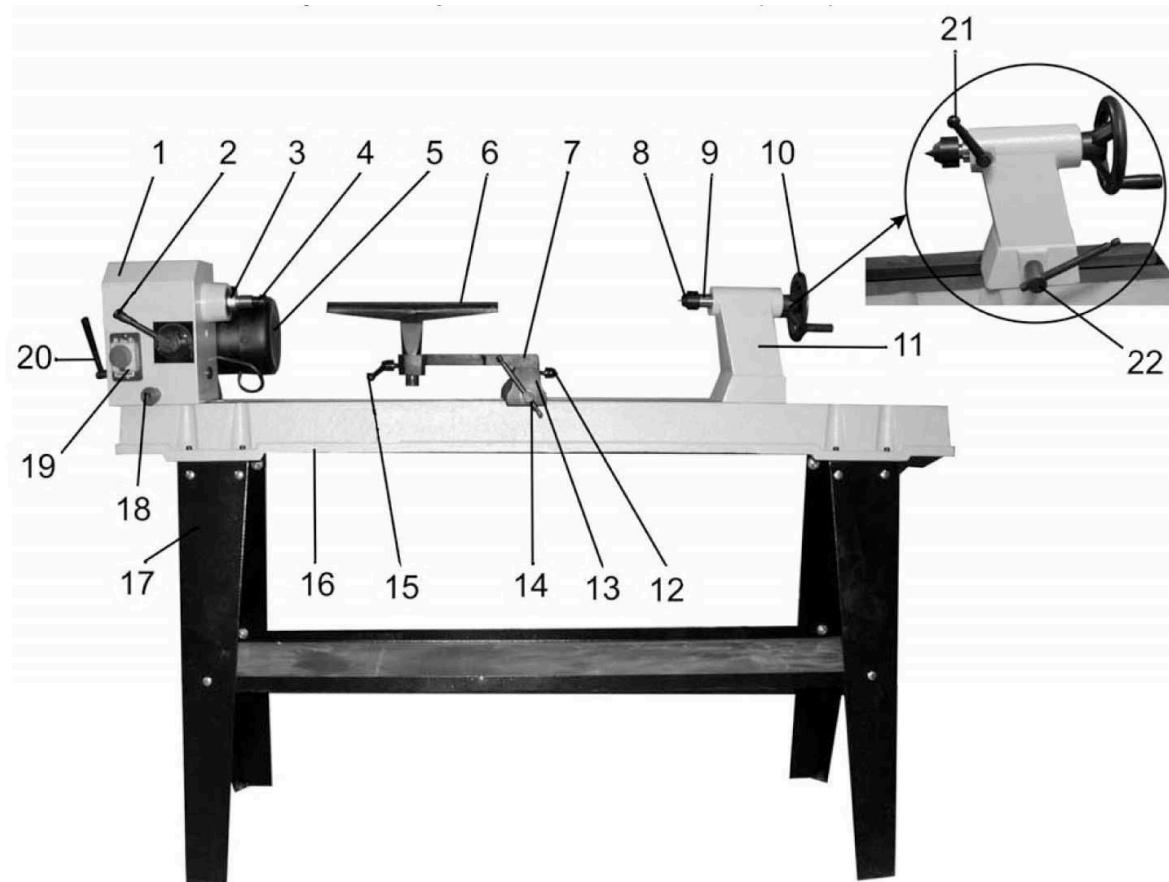

Рис. 2
- Вставьте центр задней бабки 8 (Рис. 2) в конусное отверстие пиноли 9 (Рис. 2).
- Для снятия центра задней бабки 8 (Рис. 2) поверните маховик задней бабки 10 (Рис. 2) против часовой стрелки при нахождении пиноли в крайнем заднем положении.
- Включение и отключение рабочего режима станка осуществляется выключателем – 19 (Рис. 2).
- Для отключения станка достаточно нажать красную кнопку 2 (Рис. 10) выключателя 19 (Рис. 2).